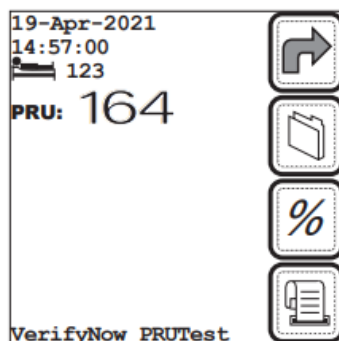

Рисунок 59: Результаты теста VerifyNow PRUtest
Тест VerifyNow PRUtest выдает результаты пациента в P2Y12 единицах реактивности (Рисунок 59 (стр. 47)). P2Y12 единицы реактивности (PRU) соответствуют уровню P2Y12-опосредованной агрегации тромбоцитов и рассчитываются в зависимости от скорости и степени агрегации тромбоцитов в канале АДФ.
3. Результат может быть распечатан  нажатием клавиши Печать , если к прибору подключен принтер. Нажмите клавишу Далее  для возврата к экрану результатов теста (Рисунок 59 (стр. 47)). Нажмите клавишу Извлечь  для получения результатов завершенных тестов. См. «Извлечение результатов теста и данных производительности» (стр. 49) для получения дополнительной информации о хранящихся результатах.